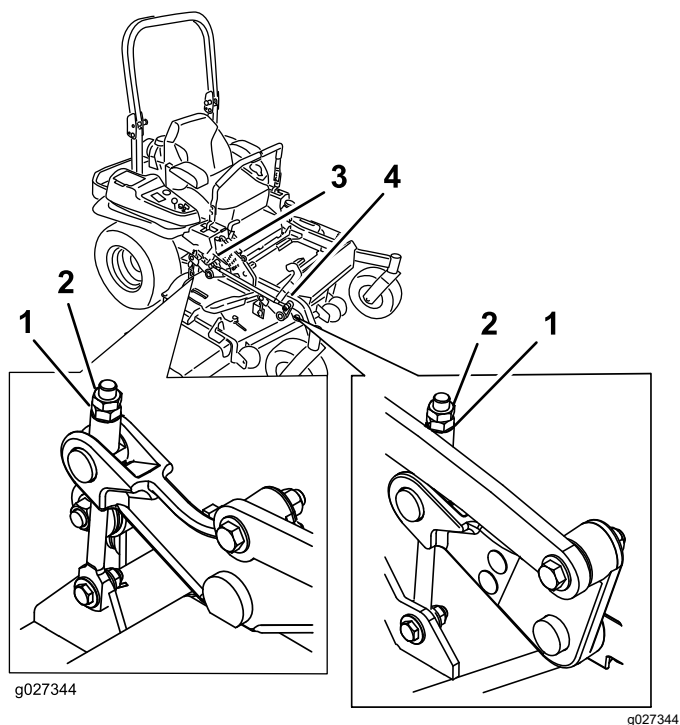

Figure 102
10. Ajustez précisément le serrage de l'écrou de réglage sur l'ensemble de levage du tablier avant (Figure 102).
16. Ajustez précisément la vis de réglage en la tournant jusqu'à obtention d'une hauteur de 8,3 mm ( $3\frac{1}{4}$  po) (Figure 102).